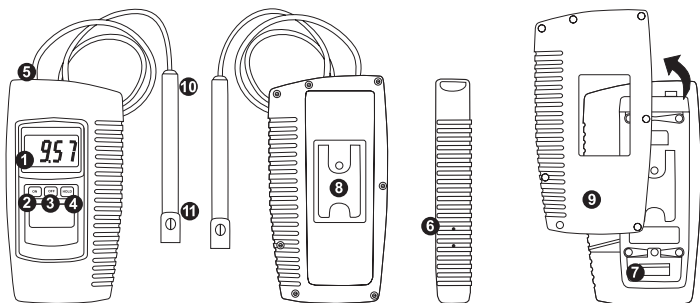

Abbildung 1
- 1) Elektrode mit dem Elektrodenanschluss verbinden (Abbildung 1, ⑤).
- 3) Elektrodenkopf (Abbildung 1, ⑪), in die Probe eintauchen.
- 5) Die „HOLD“ Taste (Abbildung 1, ④) dient zum „einfrieren“ des aktuellen Messwertes im Display. Es erscheint „HOLD“ im Display. Erneutes Drücken der „HOLD“ Taste kehrt zum Messmodus zurück.